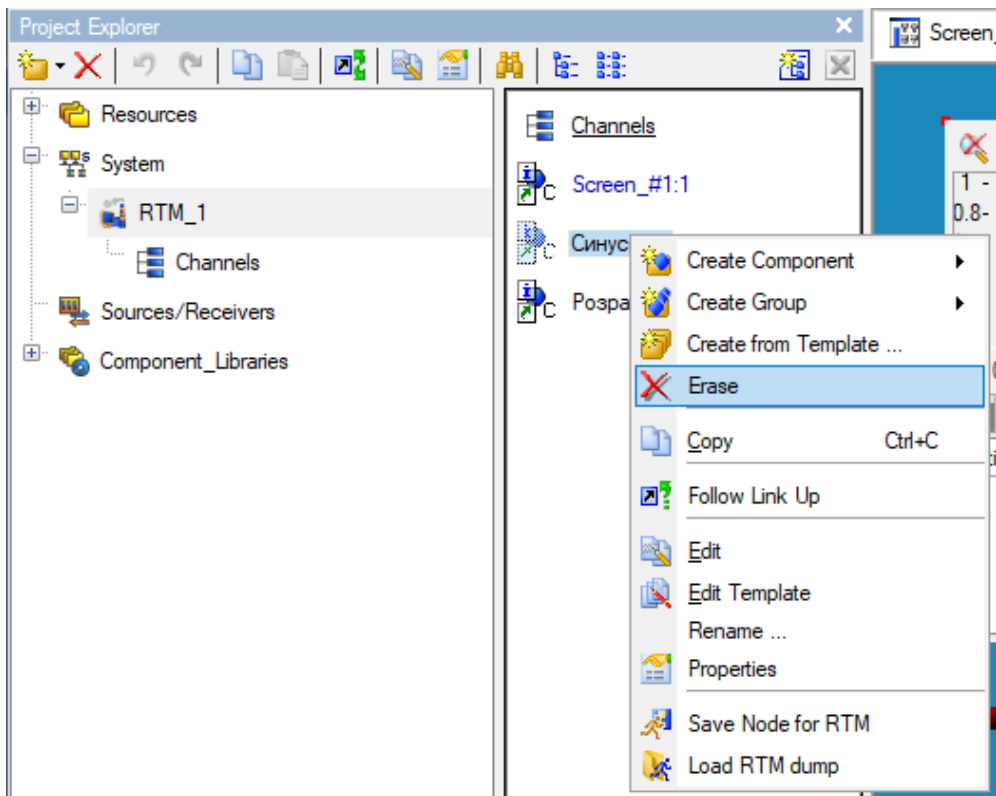

Рисунок 1 – Вилучення з проекту програми **Синусоїда**
1.2 Вилучити з проекту програми Синусоїда та Розрахунок. У правій частині навігатора ПК на елементі **Синусоїда** викликати контекстне меню та вибрати рядок **Erase** (Вилучити) (рис. 1). Аналогічно вилучити програму **Розрахунок**.